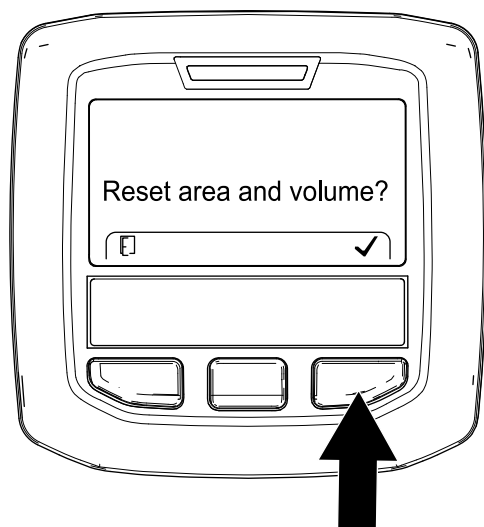

図 110
6. RESET AREA AND VOLUME SCREEN 画面で、インフォセンターの右ボタンを押す 図 110。